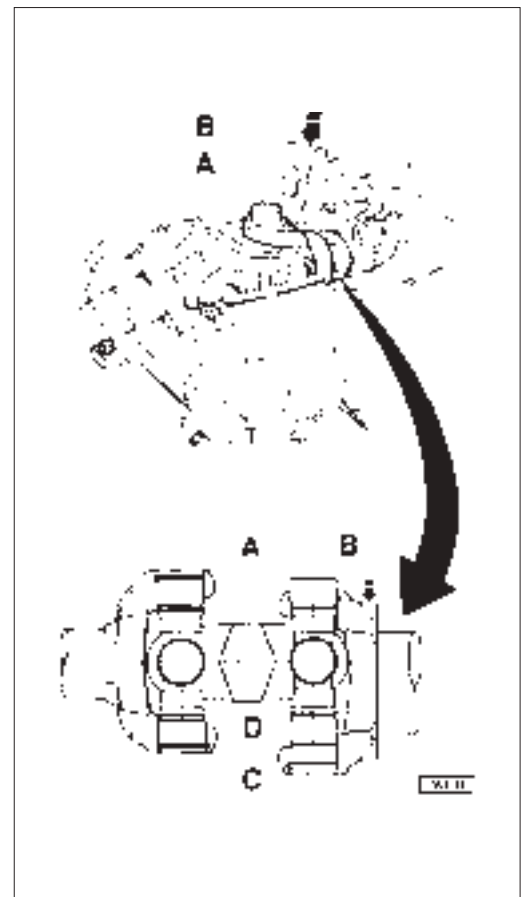

Fig. 16 - Décomposition du joint homocinétique.
- Frapper légèrement avec un marteau sur la fourche de l'arbre de roue **A** (voir fig.16) de manière à dégager le roulement par le haut de son logement sur la fourche **A**. Séparer le croisillon **D** de la fourche.